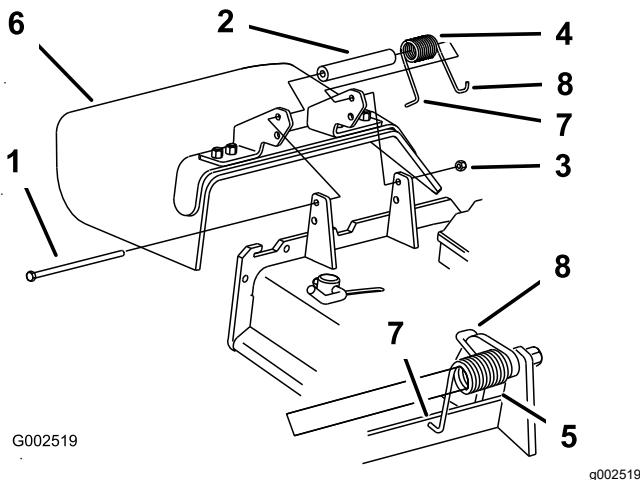

Figura 48
1. Retire a porca de bloqueio, o parafuso, a mola e a cunha que fixam o defletor aos apoios de articulação (Figura 48).
5. Coloque a extremidade em gancho J da mola em torno do defletor de relva (Figura 48).
Nota: Certifique-se de que a extremidade em L de mola está montada por trás da extremidade da plataforma antes de colocar o parafuso como apresentado em Figura 48